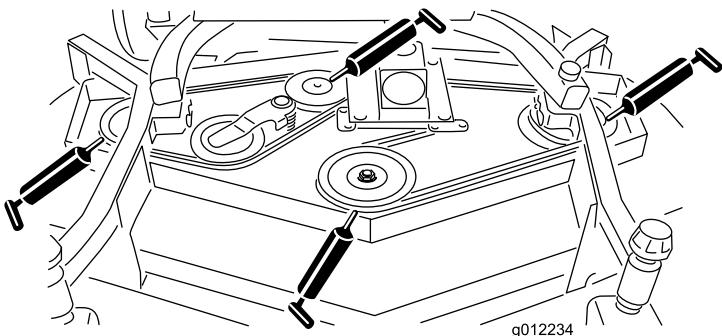

Figure 16
(Figure 16)
- Roulements d'axe de bras de poulie de tension (Figure 16)